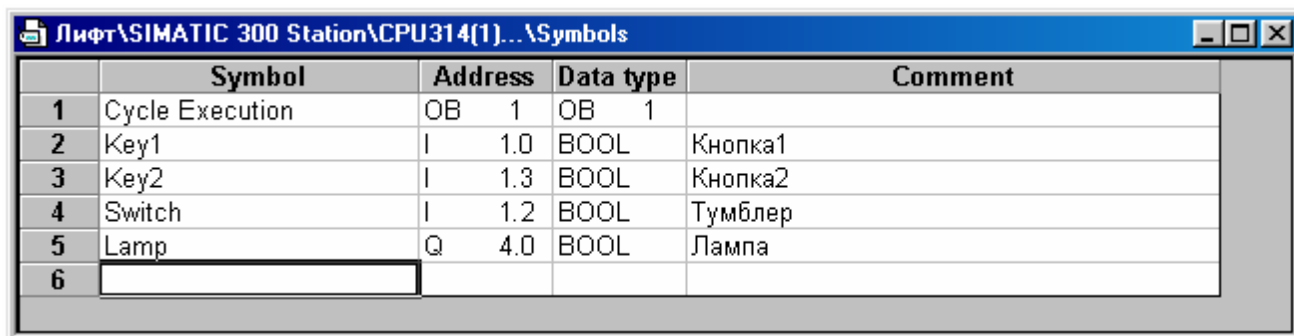

Рис. 1.19. Окно редактора символов
- Введите символы для остальных адресов (рис. 1.19)